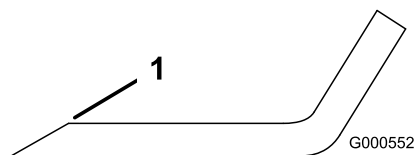
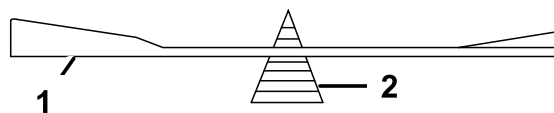

Figura 44
Figura 45
1. Utilice una lima para afilar el filo de corte en ambos extremos de la cuchilla (Figura 44). Mantenga el ángulo original. La cuchilla permanece equilibrada si se retira la misma cantidad de material de ambos bordes de corte.
2. Verifique el equilibrio de la cuchilla colocándola sobre un equilibrador de cuchillas (Figura 45). Si la cuchilla se mantiene horizontal, está equilibrada y puede utilizarse. Si la cuchilla no está equilibrada, rebaje algo el metal en la parte de la vela solamente (Figura 44). Repita este procedimiento hasta que la cuchilla esté equilibrada.